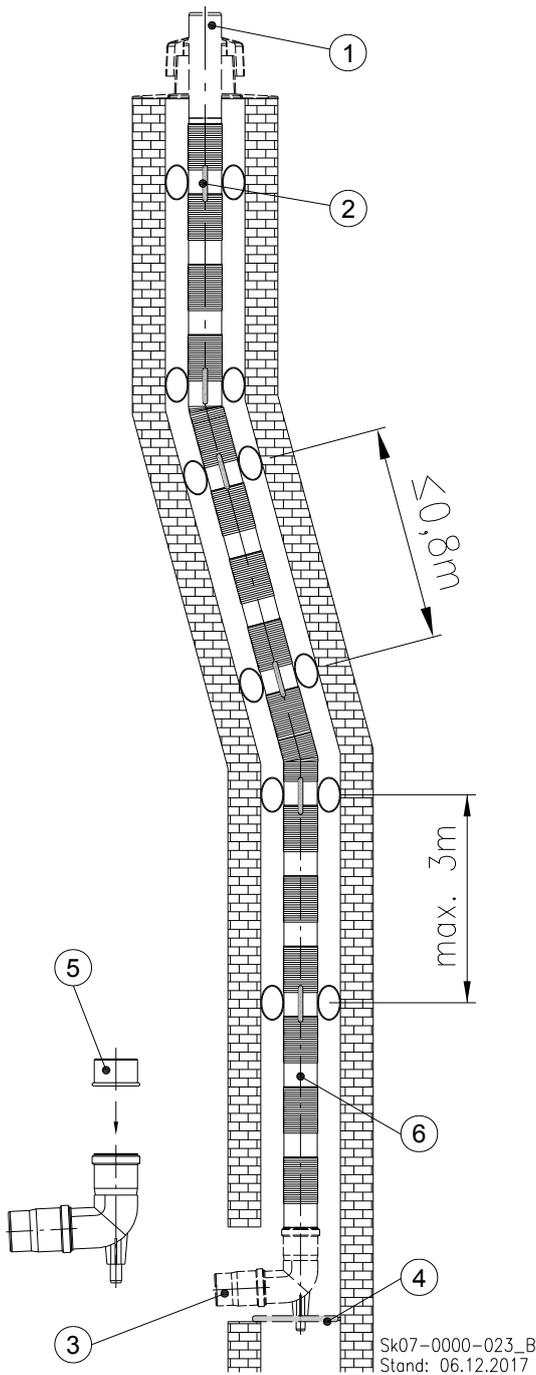
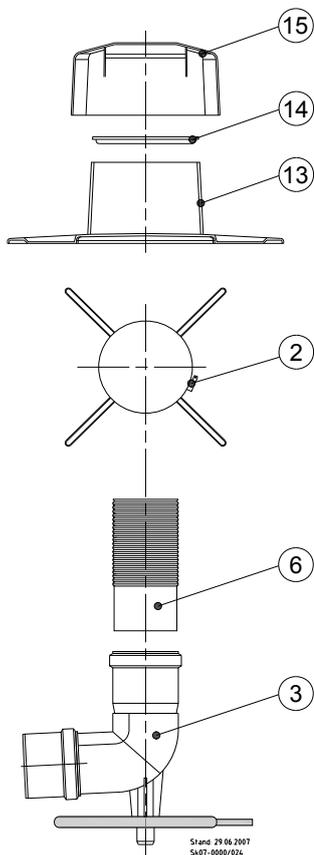

Abb. 28: Kaminsystem, flexibel
Abb. 30: Detail-Zeichnung Befestigung Schachtabdeckung
Legende zu Abb. 28:
⑩	Revisionsstück
⑪	Kupplungsstück
⑫	Einziehhilfe mit Zugseil, 20 m
- ➔ Säubern und entgraten Sie das Einsteckende des Abgasrohres ⑥ (s. Abb. 28).
- ➔ Reiben Sie das Einsteckende des Abgasrohres ⑥ mit säurefreiem Gleitmittel ein.
- ➔ Stecken Sie das sichtbare glatte Ende des Abgasrohres ⑥ in den auf dem Auflager sitzenden Stützbogen ③.
Legende zu Abb. 30:
②	Abstandhalter
③	Stützbogen mit Auflager
⑥	Flexibles Abgasrohr
⑬	Unterteil der Schachtabdeckung
⑭	Flexrohrklemme
⑮	Abdeckhaube
- ➔ Schieben Sie als erstes das Unterteil der Schachtabdeckung ⑬ (s. Abb. 30) über das Leitungsende Abgasrohr ① (s. Abb. 28).
- ➔ Spreizen Sie die Flexrohrklemme ⑭ auf.
- ➔ Schieben Sie die aufgespreizte Flexrohrklemme über das Leitungsende bis zum Unterteil der Schachtabdeckung ⑬.